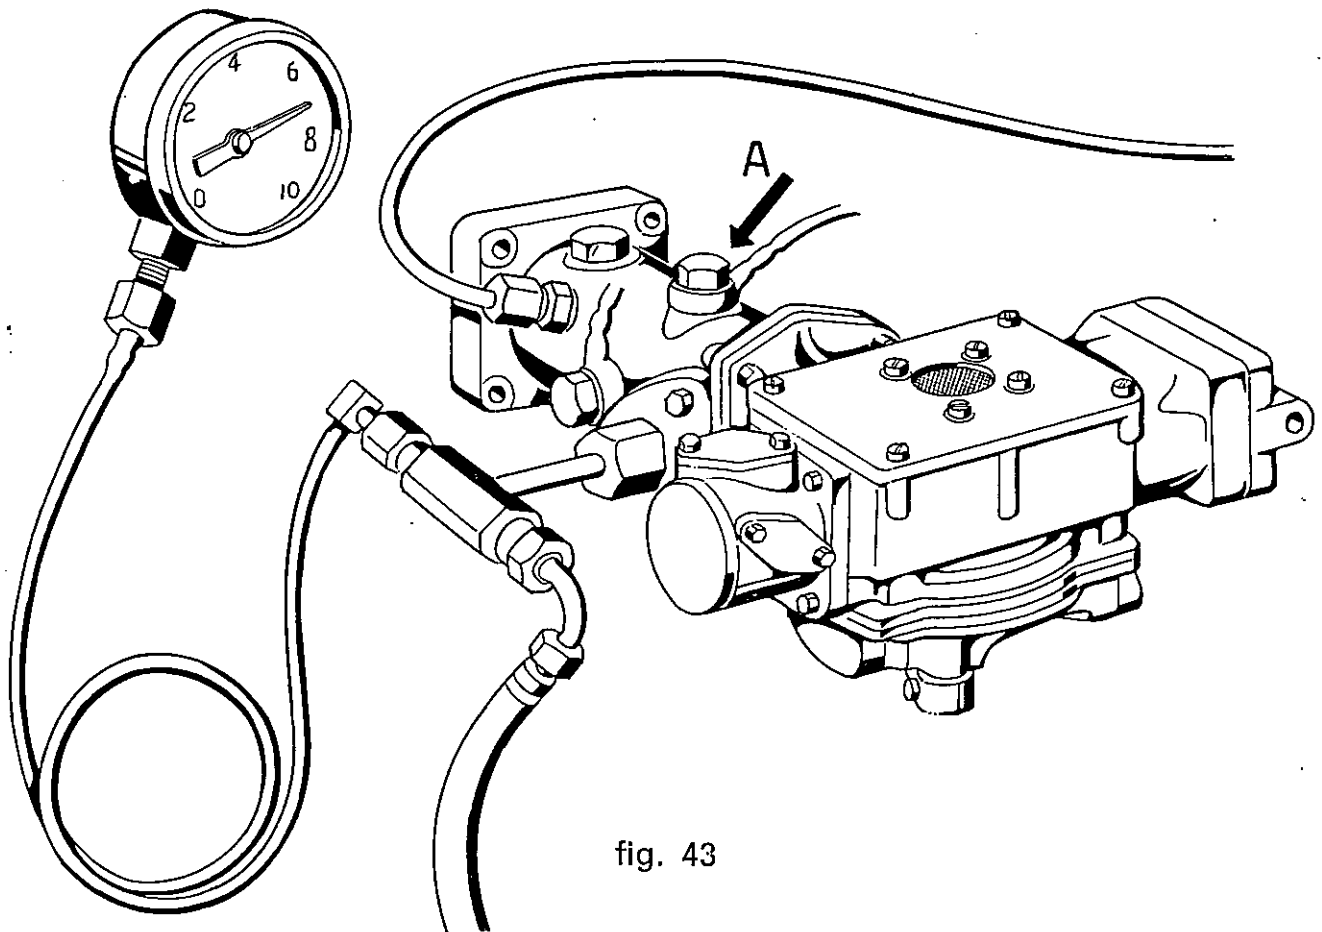
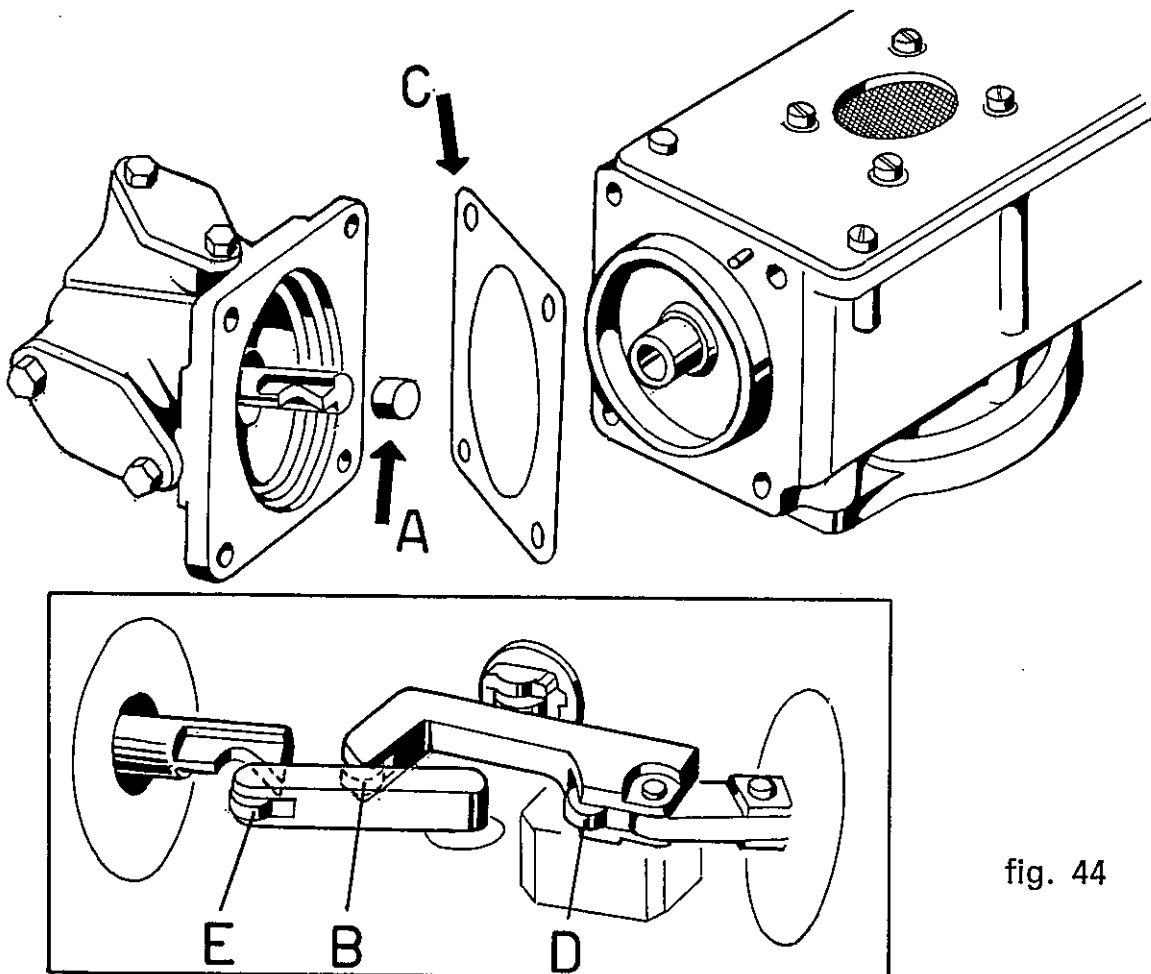

fig. 43
fig. 44
Per verificare questa rottura, si sviti una vite per raccordo (fig. 43-A) sul distributore e si faccia ruotare il motore con il motorino d'avviamento; si noterà nell'interno del distributore il rotore fermo.
In caso contrario sostituire la capsula, o in mancanza di ricambi bloccarla provvisoriamente inserendo degli spessori come indicato in **fig. 44-A**.
- Avendo a disposizione una serie di rullini di calibrazione con idoneo attrezzo sostituire il rullino **B** (**fig. 44**) con altro minorato. Determinare le misure esatte per tentativi, provando progressivamente dei rullini con variazione sul diametro di 0,05 mm.
- Inserire una guarnizione di cartone sotto il coperchio della capsula barometrica (**fig. 44-C**) di spessore da definire, senza superare la misura di 1,2 ÷ 1,5 mm.
- B) Sostituire il rullino **D** (**fig. 44**) con altro minorato provando progressivamente con variazioni sul  $\varnothing$  di 0,5 mm.
- C) Sostituire il rullino **E** (**fig. 44**) con altro maggiorato provando progressivamente con variazioni sul  $\varnothing$  di 0,20 mm.
- B) Inserire il manometro con un tre vie nel distributore (**fig. 43**) e notare se all'aumentare del numero di giri del motore, il manometro indica la stessa pressione di circa **7 Atm.** o se questa diminuisce. In quest'ultimo caso la benzina non arriva a sufficienza e pertanto occorre controllare la pompa ed il circuito della benzina.
- A) Assicurarsi che con la pompa benzina spenta, l'arricchitore di benzina non rimanga aperto e che con il comando dell'arricchitore nel cruscotto tutto a sinistra, il rullo **E** (**fig. 44**) rimanga sempre a contatto con il puntalino della capsula barometrica.
- B) Controllare con il motore al minimo se il rullo **E** di **fig. 44** si distacca automaticamente. In questo caso controllare con un tre vie ed un manometro (**fig. 43**) che la pressione non superi le 7-7,5 Atm. Una pressione superiore indica che la valvola **A** sulla pompa (**fig. 19**) è bloccata. Smontarla, pulirla ed eventualmente sostituirla.
- a) Sostituire il rullino **D** di **fig. 44** con altro maggiorato provando progressivamente con variazioni sul diametro di 0,05 mm.
- b) Sostituire il rullino **E** di **fig. 44** con altro minorato provando progressivamente con variazioni sul  $\varnothing$  di 0,05 mm.